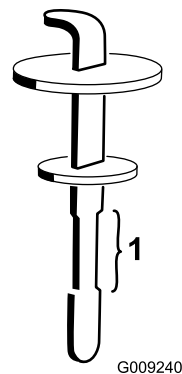

Figure 133
5. Dévissez la jauge du goulot de remplissage et essuyez-la sur un chiffon propre. Remettez la jauge dans le goulot de remplissage, ressortez-la et contrôlez le niveau de liquide (Figure 133).